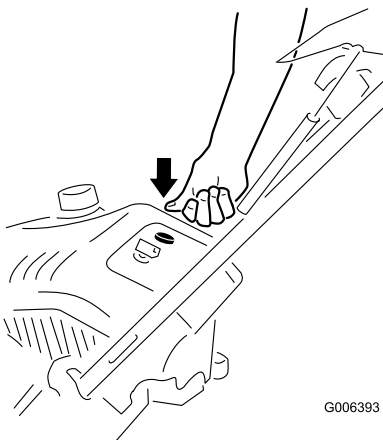
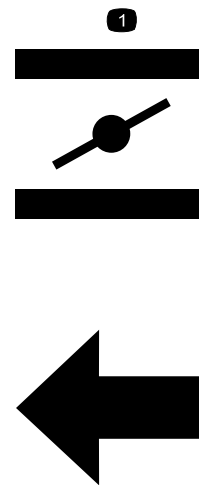

Figure 15
Figure 16
3. Appuyez fermement à 3 reprises sur l'amorceur avec le pouce, en marquant une pause d'une seconde chaque fois (Figure 15 et Figure 16).